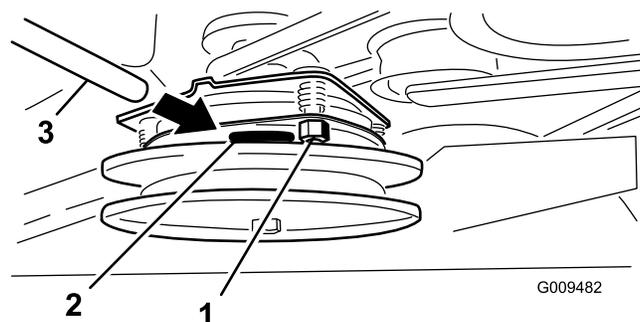

図 61
3. すきまゲージがかかるくはさまれるがまだ楽に動かせる程度までロックナットを締め付ける 図 61。